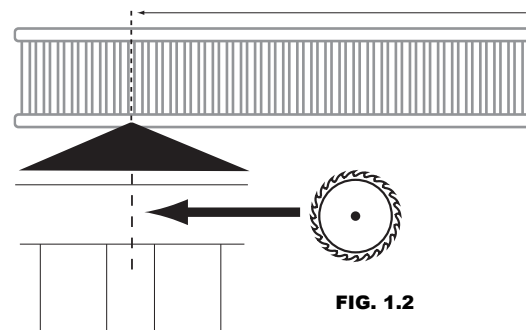

FIG. 1.2
4. En utilisant les mesures de longueur de la tablette SUPÉRIEURE (A) obtenues de la configuration désirée (se reporter au schéma de configuration sélectionnée), mesurer et couper la longueur si nécessaire. (Voir la Fig. 1.2 pour l'emplacement de coupe recommandé). (Remarque : Couper les tablettes au centre de la ligne. Si l'emplacement de la coupe tombe sur une latte, couper le long de l'espace le plus proche de la ligne).
4. En utilisant les mesures de longueur pour les tablettes **INFÉRIEURES** (D) prises de votre configuration sélectionnée (se reporter au schéma de configuration sélectionnée), mesurer et couper la longueur si nécessaire. (Voir la Fig. 1.2 pour l'emplacement de coupe recommandé).